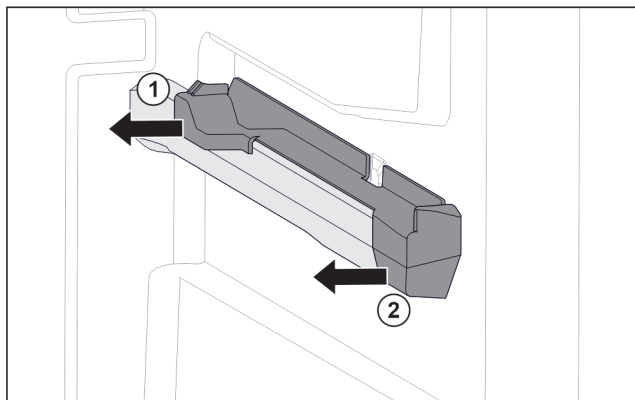

Fig. 58 右侧容器肋梁上的插装件
- ▶ 将插装件后部拉到一侧。Fig. 58 (1)
- ▶ 将插装件前部拉到一侧。Fig. 58 (2)